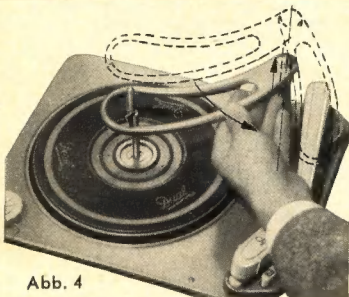

Abb. 4
- Belastungsarm anheben und nach außen schwenken (Abb. 4).